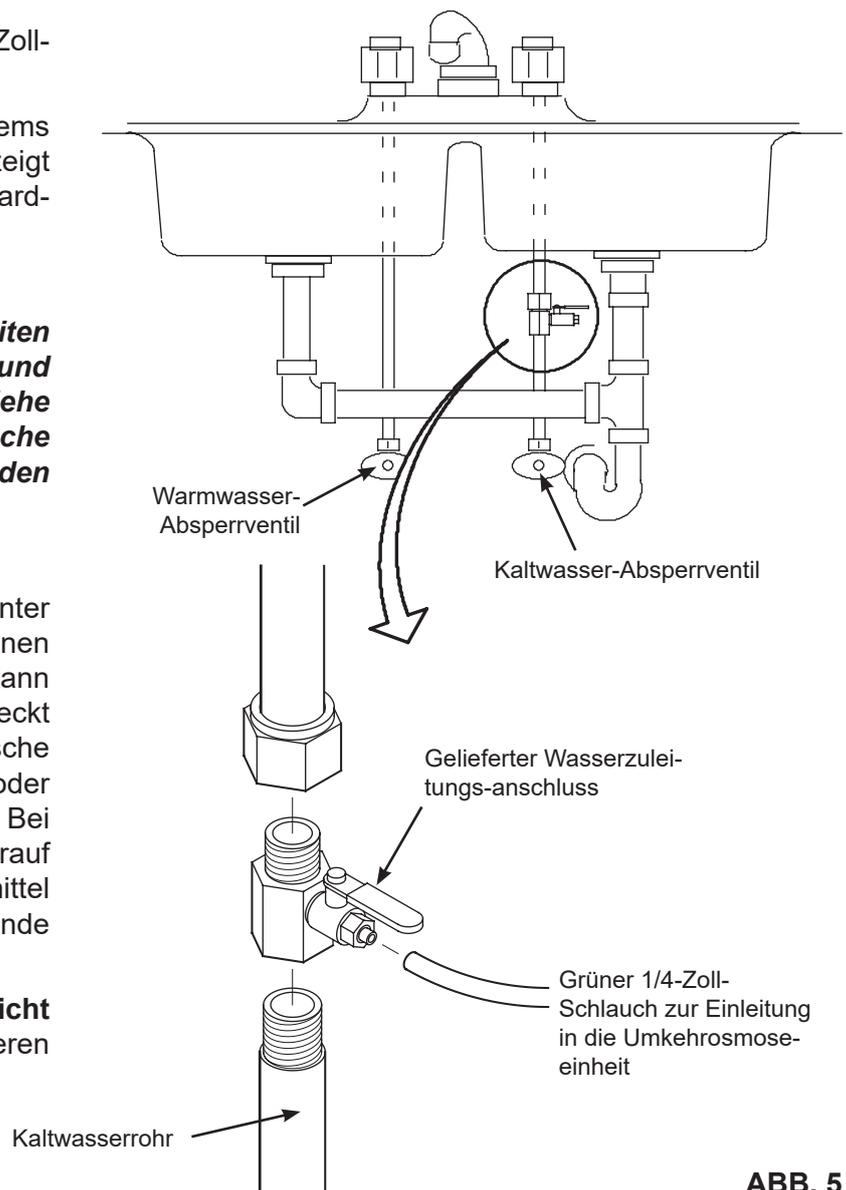

ABB. 5
1. Vor Beginn der Arbeiten die Absperrventile der Kalt- und Warmwasserversorgung schließen (siehe Abb. 5).
für die Versorgung des Umkehrosmosesystems vorhanden sein (siehe Abb. 20). Abb. 5 zeigt eine typische Installation mit Standard-Wasserleitungsanschlüssen.
WICHTIG: Vor Beginn der Arbeiten die Absperrventile der Kalt- und Warmwasserversorgung schließen (siehe Abb. 5). Beim Abschrauben der Schläuche einen Eimer zum Auffangen austretenden Wassers unterstellen.
An der Kaltwasser-Versorgungsleitung unter Beachtung der Normen für Sanitärinstallationen ein Fitting anbringen, in welches dann ein 1/4-Zoll-Schlauch (6,35 mm) gesteckt werden kann. Abb. 5 zeigt eine typische Anschlussverbindung. Es können Löt- oder Gewindefittings verwendet werden. Bei Verwendung von Gewinde-Fittings darauf achten, das Rohrgewinde-Dichtmittel oder Teflonband auf dem Außengewinde anzubringen.